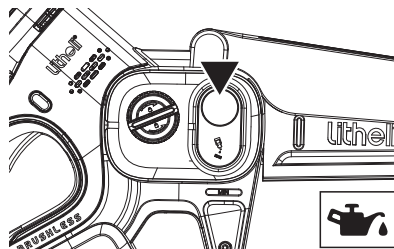

Рис. 10
3. Добавьте масло для шины и цепи до полного заполнения масляного бака. (Рис. 10)